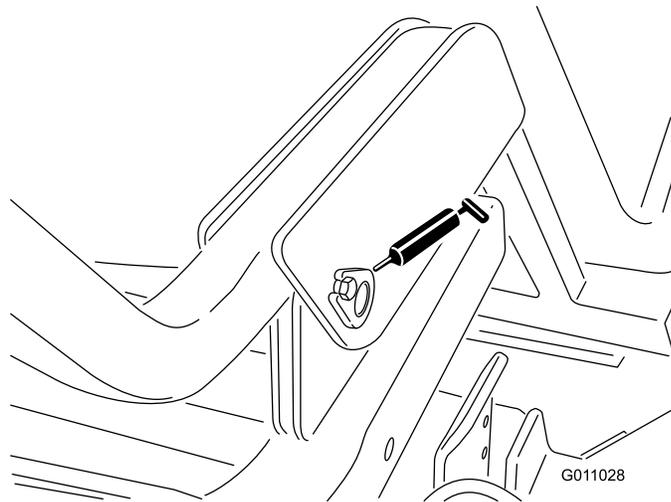

Рисунок 35
- Ось поворота бункера (нижняя) (2 шт.) (Рисунок 35).